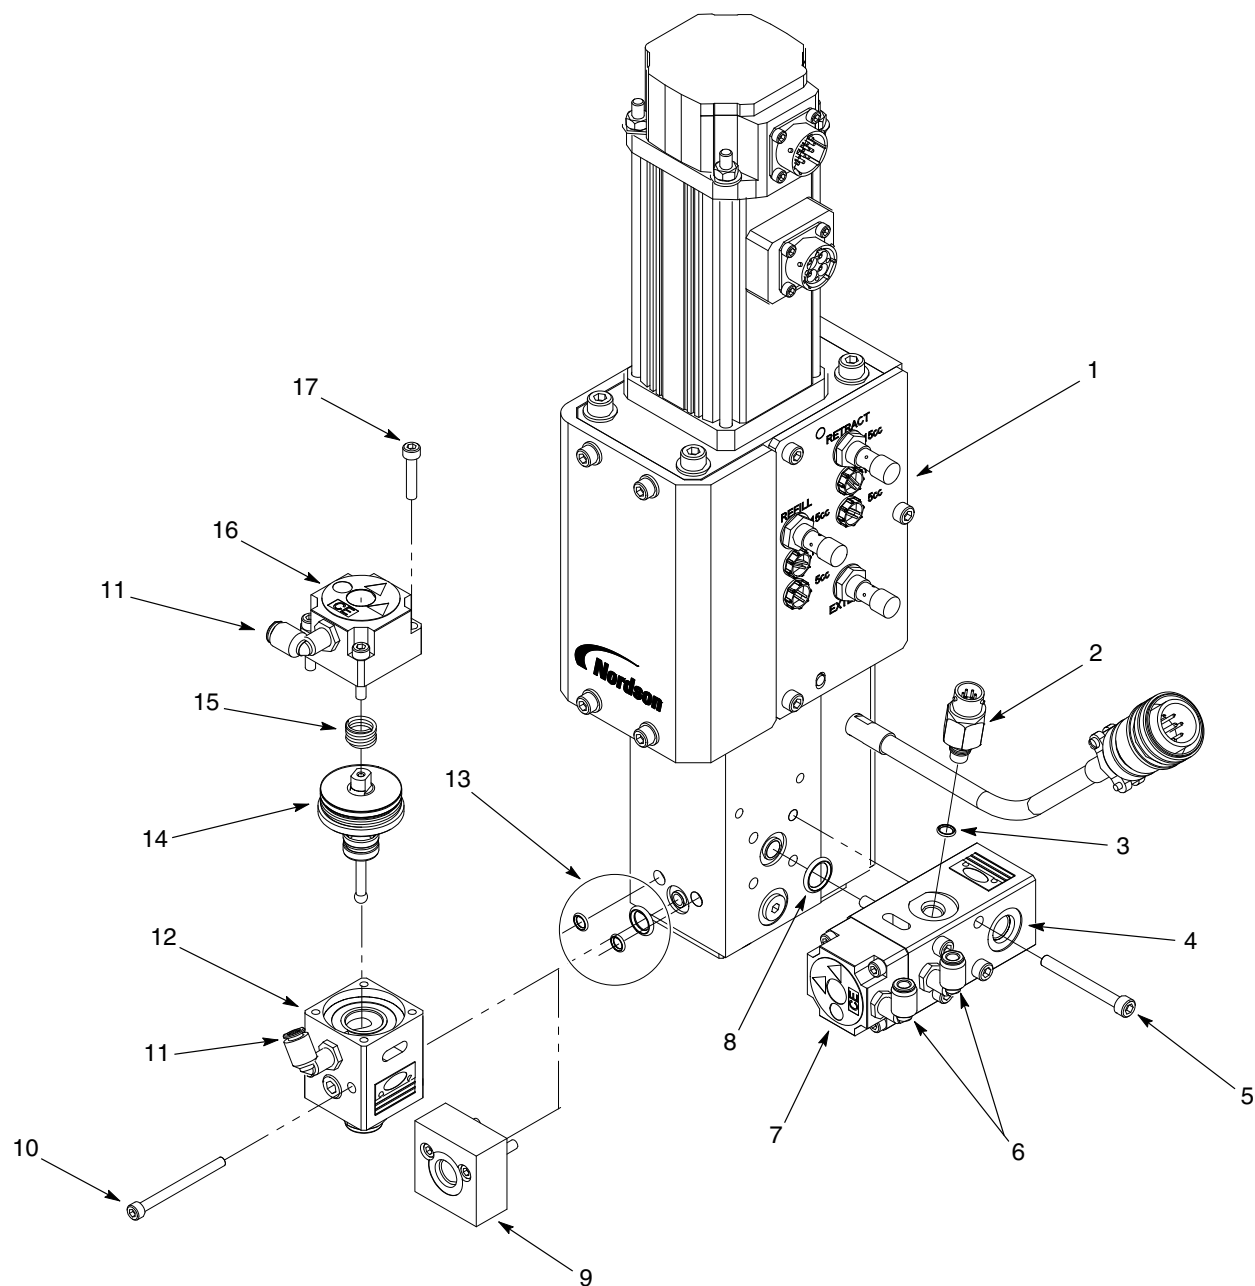

Figure 12 Réparation de la vanne d'entrée et de sortie
Voir la Figure 12 et appliquer les procédures ci-après pour effectuer des réparations sur la section hydraulique.
1. Voir la figure 12. Retirer les vis (17) qui fixent le capuchon du cylindre pneumatique (16) au corps de la vanne (12). Retirer le ressort (15) du corps de la vanne.
2. Extraire la cartouche d'étanchéité (14) du corps de la vanne (12) à l'aide d'un petit tournevis.
3. Installer la cartouche d'étanchéité (14) neuve dans le corps de la vanne (12).
4. Monter le ressort (15) sur la cartouche d'étanchéité (15).
5. Installer le capuchon du cylindre pneumatique (16) à l'aide des vis (17). Serrer les vis à 8,5-9 N•m (75-80 in.-lb).
Voir la Figure 12 et procéder comme suit pour remplacer la vanne de sortie.
Voir la Figure 12 et procéder comme suit pour remplacer la vanne d'entrée.
1. Voir la figure 12. Débrancher le câble du capteur de pression (2).
2. Déposer le capteur de pression (2) de la vanne d'entrée (7).
3. Lubrifier le joint torique (3) du capteur de pression avec de la graisse TFE. Monter le capteur de pression (2) sur la vanne d'entrée (7) et serrer à 5-5,6 N•m (45-50 in.-lb).
4. Brancher le câble au capteur de pression (2).